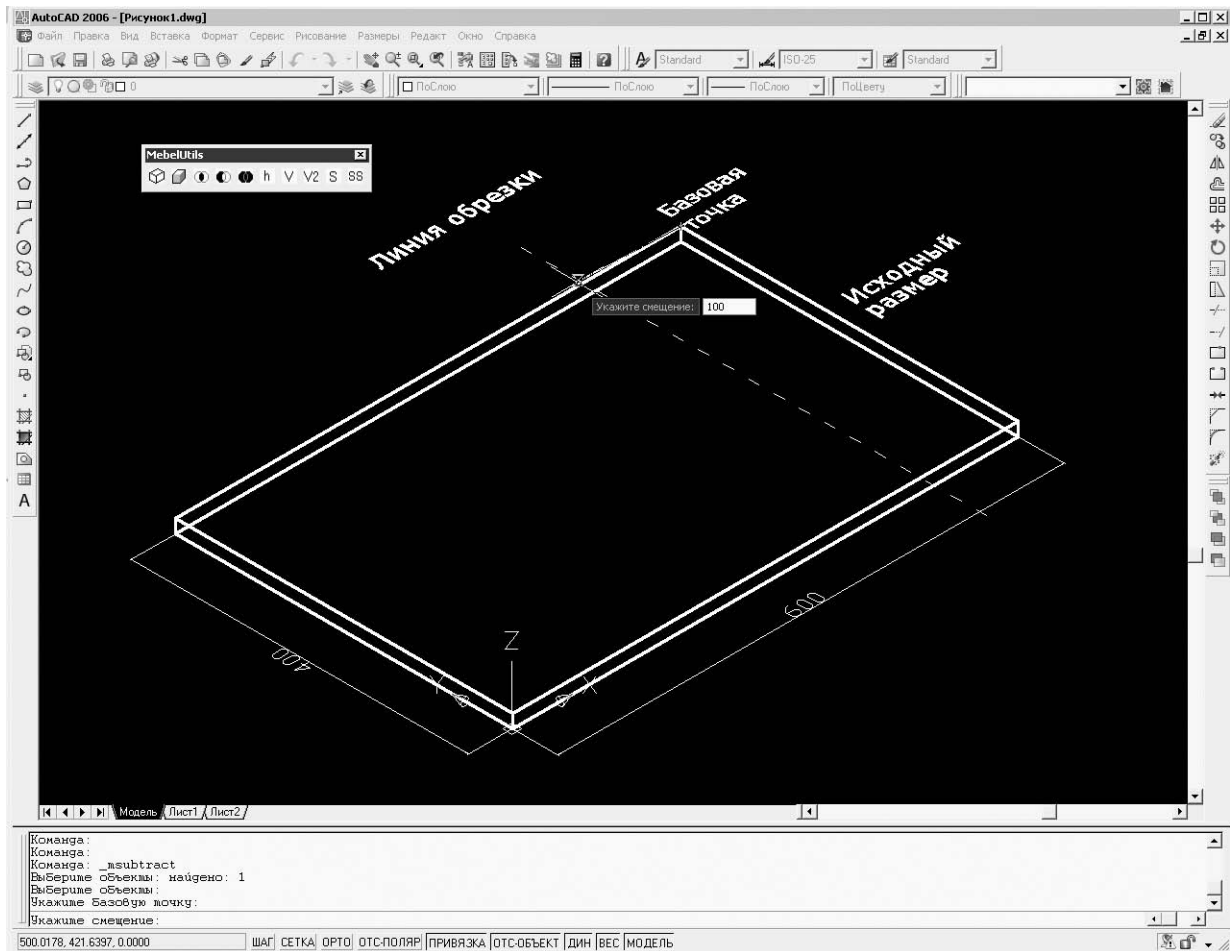

Рис. 5.15
3. Набрать с клавиатуры значение 100 (рис. 5.15) и нажать клавишу `Enter` — деталь укоротится на 100 мм.